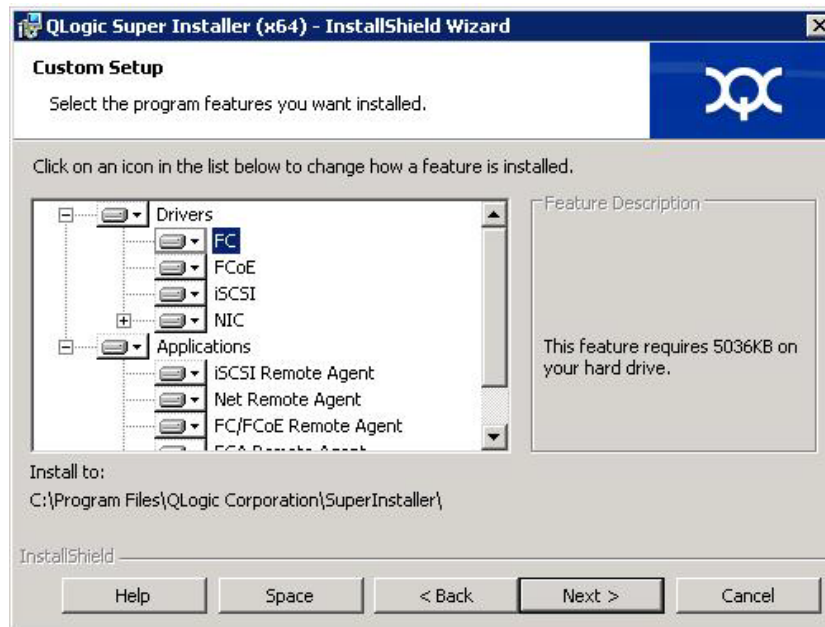

Ilustración 2-5. Asistente InstallShield: Ventana Custom Setup (Configuración personalizada)
6. Si ha seleccionado **Custom** (Personalizada) en el paso 5, complete la ventana Custom Setup (Configuración personalizada) (Ilustración 2-5 en la página 10) de la siguiente forma: